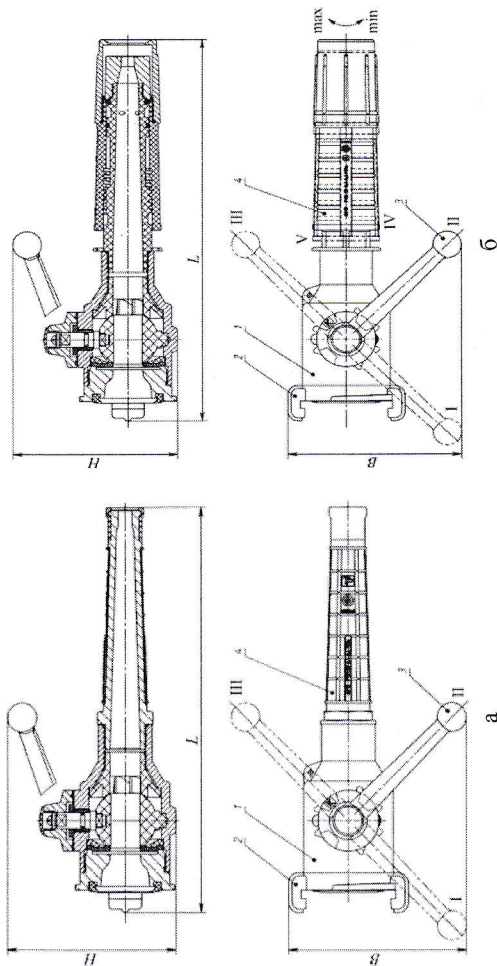

Рис. 1. Конструкция ручного пожарного ствола: а — РСР-70; б — РСК-70
- минимальный;	—	0,70 (40)
- максимальный;	0,70 (40)	1,22 (70)
6. Габаритные размеры (рис. 1, 2), мм, не более:
- высота (H);	150	150
- длина (L);	350	365
- ширина (B);	155	155
Стволы (рис. 1) состоят из корпуса 1, соединительной головки 2, перекрывающего устройства с рукояткой 3 и насадком 4 (регулируемым насадком для ствола РСК-70). По требованию заказчика стволы могут дополнительно комплектоваться плечевым ремнем.
Положение рукоятки 3 (рис. 1) перекрывающего устройства для перекрытия и образования компактной или распыленной струи воды:
4.2. Ствол РСК-70 дополнительно снабжен устройством, позволяющим изменять угол факела распыленной струи в зависимости от положения гайки регулируемого насадка 4 (рис. 1 б);
6.1. При подготовке к работе ствол следует надежно соединить с рукавной линией. Установить рукоятку 3 (рис. 1) ствола в положение, необходимое для формирования определенного вида струи и направить её на очаг пожара. Дать сигнал готовности к работе.